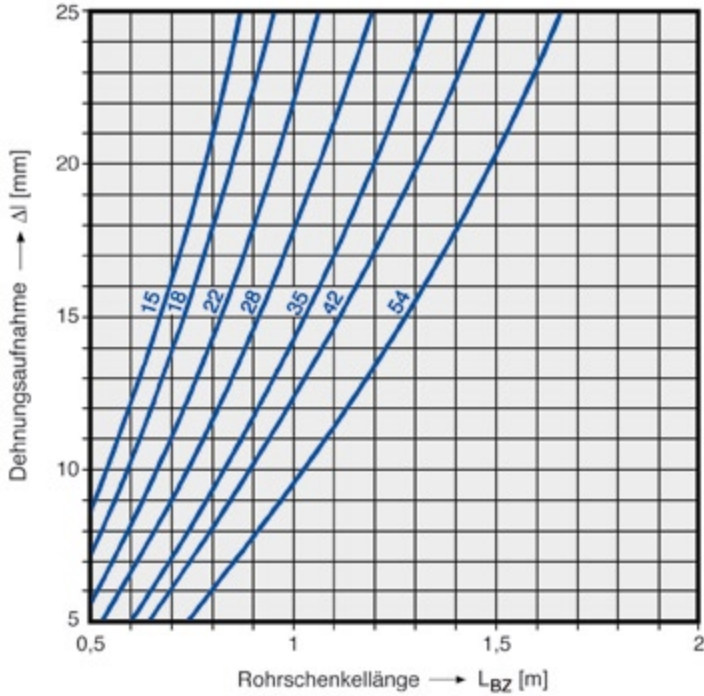

Abb. 4-74
4. In den Diagrammen (Abb. 4-74 und 4-75) lässt sich dann die notwendige Rohrschenkellänge L_{BZ} bzw. L_{BU} sofort ablesen.